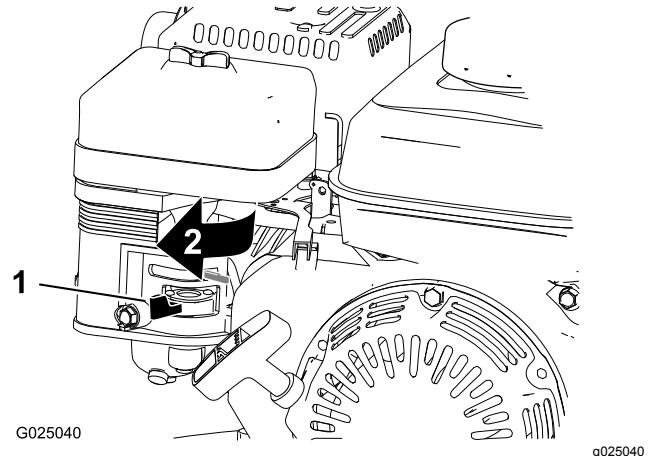

Figure 29
3. FERMEZ le robinet d'arrivée de carburant (Figure 29).